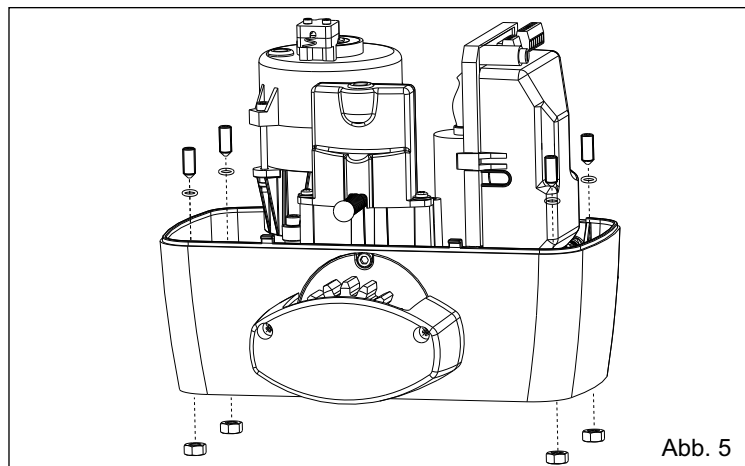

Abb. 5
4.1. Die 4 Stifte in die dafür vorgesehenen Bohrungen einsetzen, und die Höhe des Antriebs auf der Platte einstellen (Abb.5).